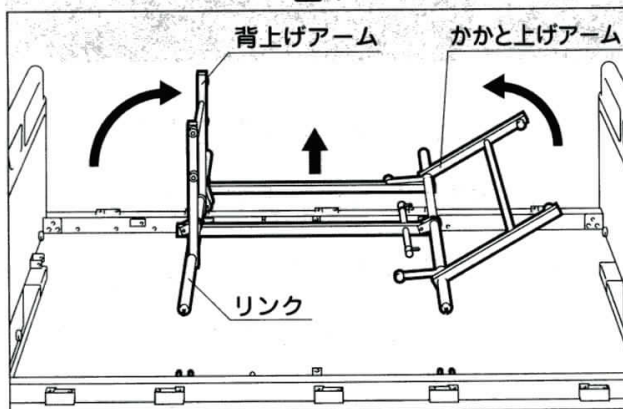

図5
- (2) リンクを外す。図5
- ① 背上げアームを垂直に上げる。
- ② かかと上げアームを最大まで上げる。
- ③ かかと上げアームを持ち上げる。
- ④ 背上げアームを持ち上げる。
- (3) ヘッドボード側のアクチュエータを外す。